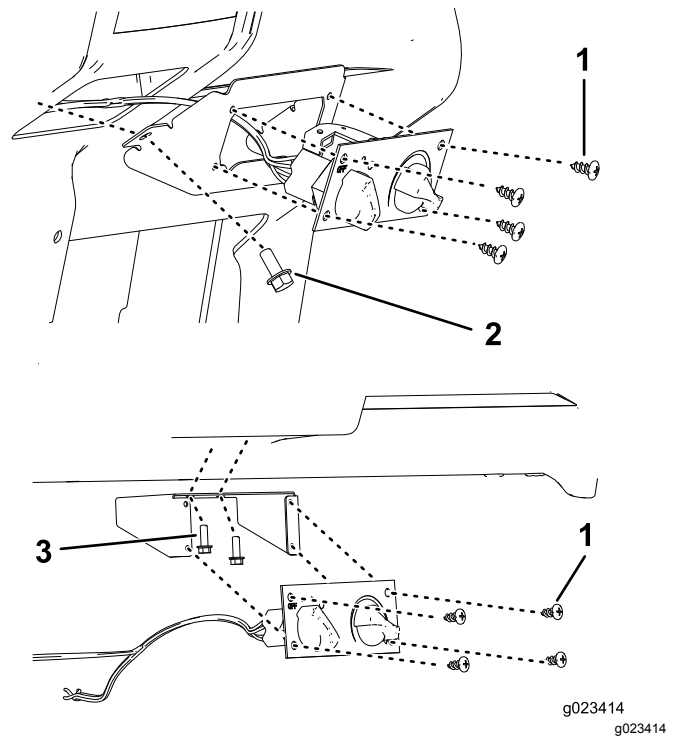

Figure 5
4. Fixez la commande de chauffage à son support avec 4 vis à tôle (**Figure 5**).
5. Reliez le câble de commande de chauffage et le connecteur de faisceau de câblage noir à la commande de chauffage, et le connecteur de faisceau blanc au chauffage (**Figure 5**).
7. Utilisez 4 boulons à embase (5/16 x 3/4") de fixation à l'avant du support de commande de chauffage et 2 boulons (5/16" pour les véhicules HD) sur le côté du support ou 2 boulons (1/4" po pour les véhicules MD) en haut à l'intérieur du support, selon le modèle de votre machine (**Figure 5**).